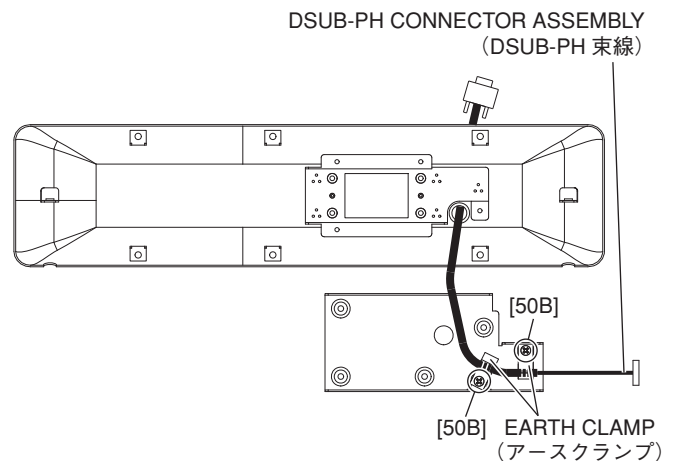

Fig. 4 (図 4)
- 4-3. Remove the two (2) screws marked [50B]. The earth clamp can then be removed. (Fig. 4)
- 4-4. Remove the DSUB-PH connector assembly. (Fig. 4)
- 4-3. [50B] のネジ 2 本を外して、アースクランプを外します。(図 4)
- 4-4. DSUB-PH 束線を外します。(図 4)